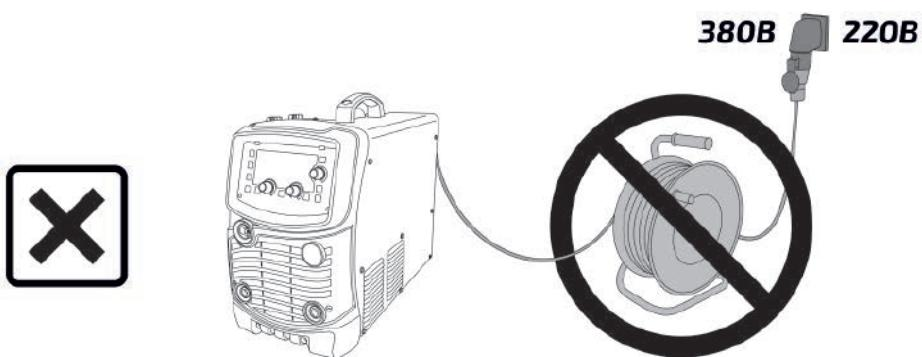

Рис. 6.2.4. Схема неправильного подключения и удлинения кабелей сварочного аппарата.
**Данный вид подключения (рис. 6.2.4) приводит к выходу сварочного аппарата из строя!**